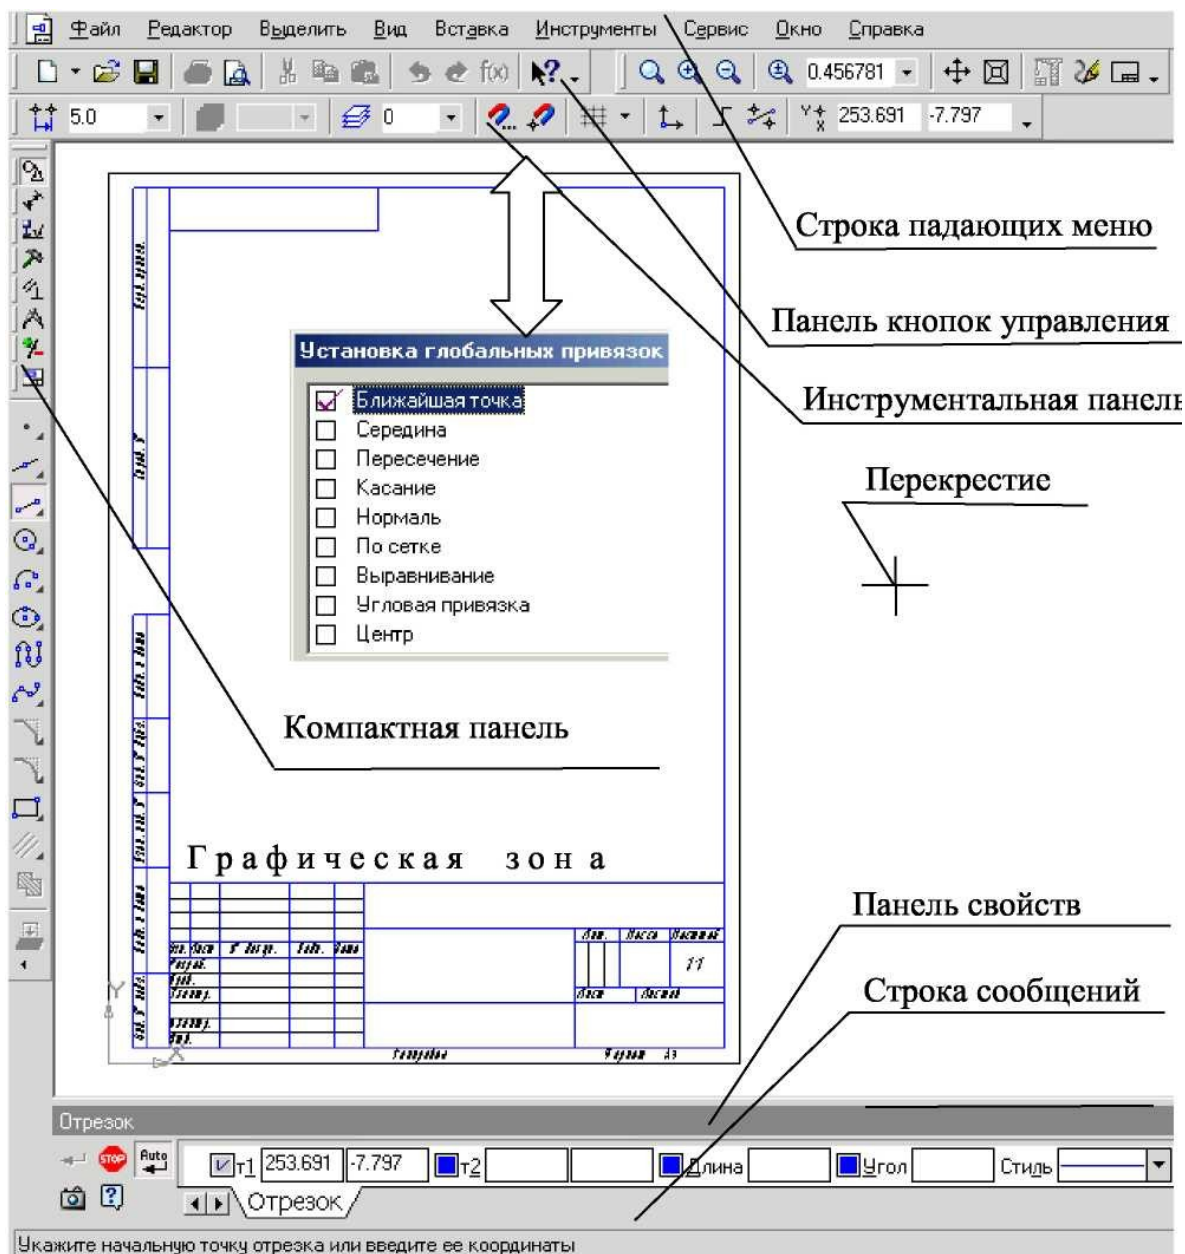

Рис. 1.6. - Рабочее окно при вызове документа **Чертеж**
1. **Чертеж** - основной тип графического документа в системе Inventor. Чертеж содержит графическое изображение изделия в одном или нескольких видах, основную надпись, рамку и всегда содержит один лист заданного пользователем формата (рис. 1.6). Файл чертежа имеет расширение **.cdw**.